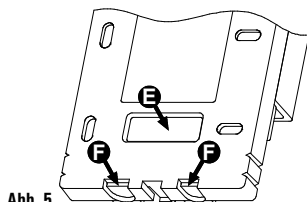

Abb. 5
Von der Rückseite: Einführung öffnen, (E) Abb. 5, mittels Schraubendreher.
Von unten: Eine oder beide Einführungen öffnen, (F) Abb. 5, mittels Schraubendreher.